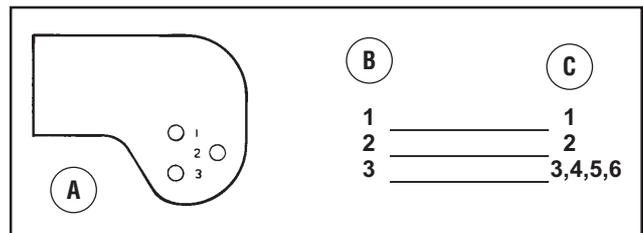

Figura 33: Posizioni staffa della ruota di livello
3. Guardare ogni staffa della ruota di livello. In ciascuna staffa ci sono tre fori e un numero accanto a ciascuno di essi. Il numero della posizione di taglio sulla leva di sollevamento della base indica il foro corretto da usare su ciascuna staffa della ruota di livello (figura 33).
4. Montare i bulloni dell'assale sulle staffe della ruota di livello usando il foro corretto come indicato (figura 33).
NOTA: Se l'altezza della posizione di taglio è cambiata dalla leva di sollevamento della base, bisogna spostare le ruote di livello al foro corretto (figura 33) per tenere un livello di taglio alto.